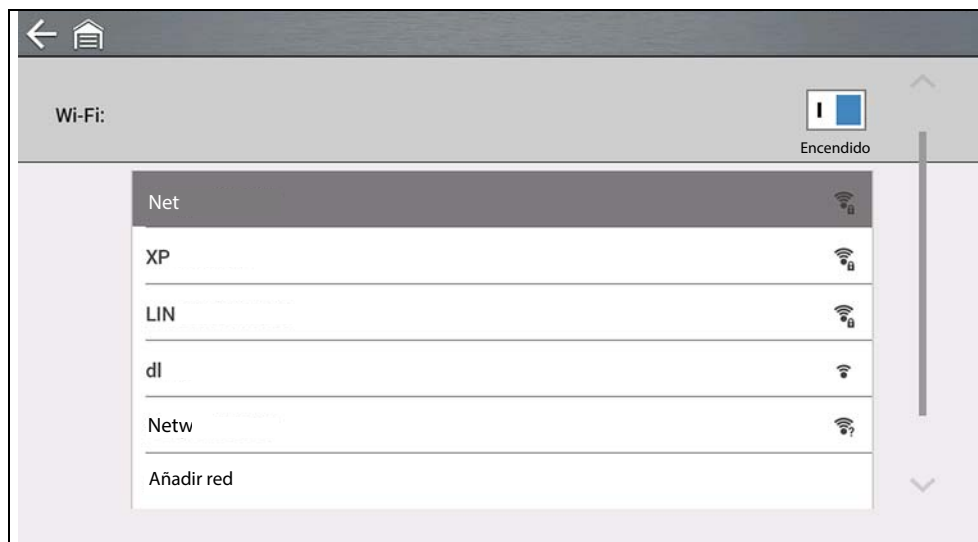

Figura 12-2
2. Para conectarse, seleccione su red entre las redes disponibles (Figura 12-2).